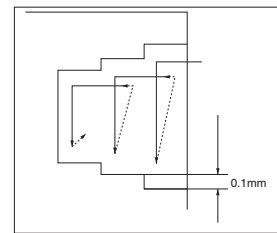

Abb. 6
- 1) Beim Verbreitern der Nut (siehe Abb. 6)